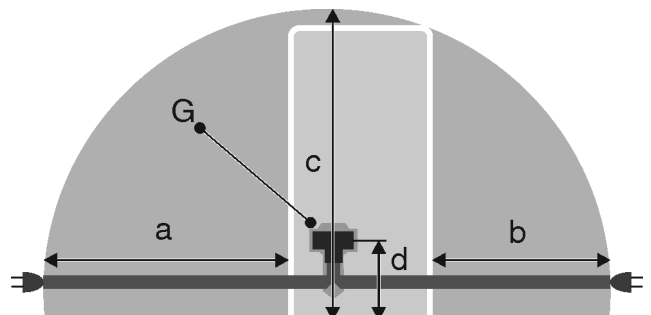

Fig. 23 \*
- Zásuvka sa nenachádza za zariadením, ale v oblastiach a alebo b *Fig. 23 (a, b, c)*.
- ▶ Zástrčku zariadenia *Fig. 23 (G)* zastrčte na zadnej strane zariadenia. Dbajte na správne zaklapnutie.